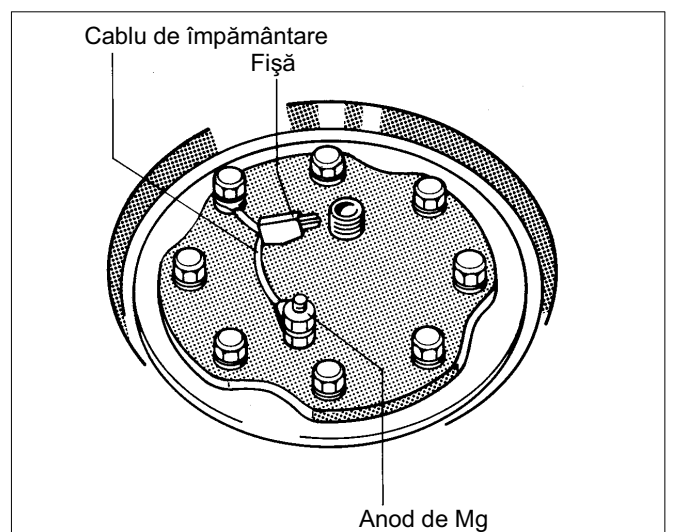

Fig. 6 Schemă de principiu
- Se verifică dacă anodul de magneziu este montat astfel încât să fie asigurată legătura electrică între anod și boiler, adică cablul de împământare să fie legat (Fig. 6).
- Se închide alimentarea cu apă rece, se deschide ventilul de golire (EL). Pentru accesul aerului se deschide un robinet poziționat mai sus.
- Se reface etanșarea anodului de magneziu (Fig. 6 resp. 10).